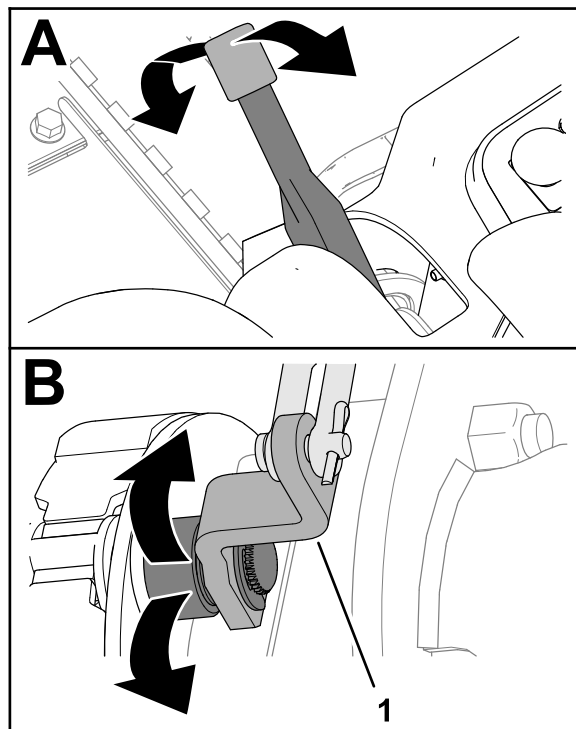

Bild 69
2. Bewegen Sie den Feststellbremshebel auf und ab, um zu prüfen, ob sich der Hebel für den Bremsnockenhebel frei bewegen lässt (Bild 69).